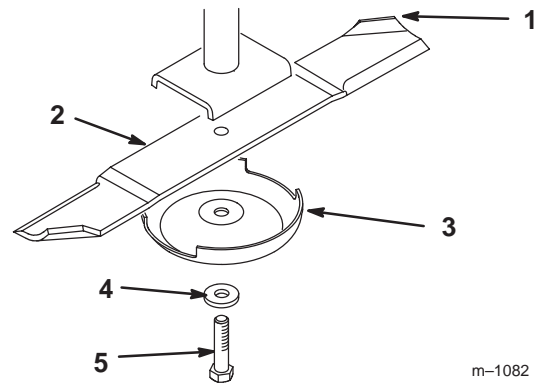
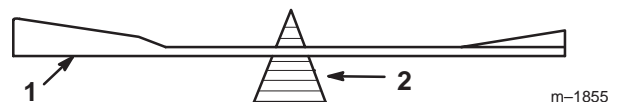

Figure 38
Figure 40
Tenez la lame à son extrémité avec un chiffon ou un gant épais. Enlevez le boulon de lame, la rondelle, la coupelle de protection et la lame de l'axe (Fig. 38).
2. Vérifiez l'équilibre de la lame en la plaçant sur un équilibreur (Fig. 40). Si la lame reste horizontale, elle est équilibrée et peut être utilisée. Si la lame est déséquilibrée, limez un peu l'extrémité de la partie incurvée seulement (Fig. 38). Répétez la procédure jusqu'à ce que la lame soit équilibrée.
1. Placez la lame sur l'axe (Fig. 38).
**Important** Pour une coupe correcte, la partie incurvée de la lame doit être tournée vers le haut et dirigée vers l'intérieur du carter de tondeuse (Fig. 38).
2. Montez la coupelle de protection, la rondelle de blocage et le boulon de fixation de la lame (Fig. 38). Le boulon de lame doit être serré à 115–140 Nm.